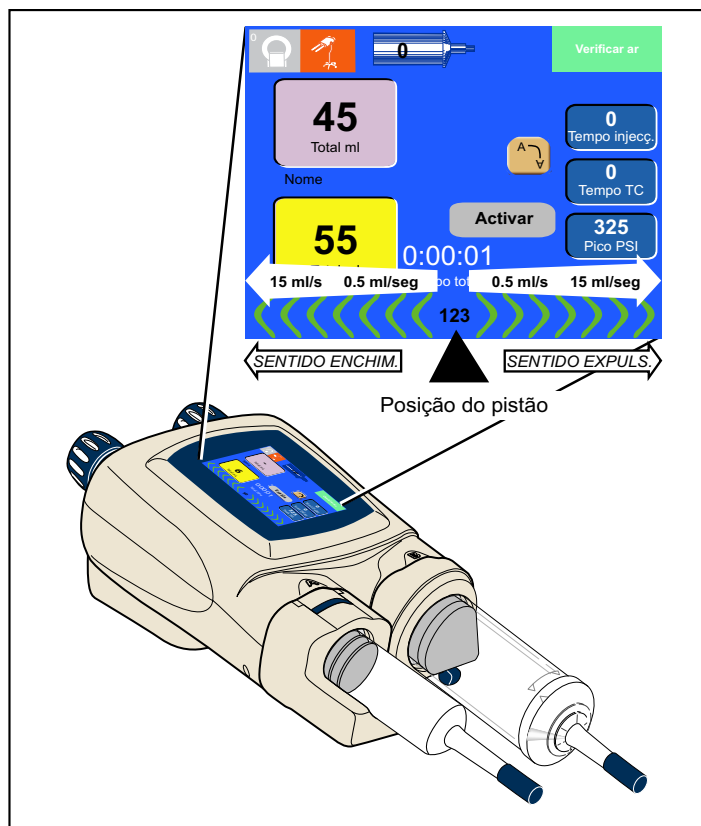

Figura 3-2-6 Faixa de velocidades das setas de enchimento/expulsão
Pressionando as setas encher/expulsar ativas, o pistão será extraído/expulso a uma taxa proporcional à posição tocada, em uma faixa de 0,5 mL/s a 15 mL/s. Pressionando as setas de enchimento por mais de 2 segundos, o movimento do pistão será travado. Quando o movimento do êmbolo estiver travado, pressione em qualquer lugar do visor da cabeça motorizada para interromper o movimento do êmbolo. Veja a Figura 3-2-6. **OBSERVAÇÃO:** As setas de enchimento/expulsão não aparecerão se o injetor estiver ativado.
*Setas de enchimento/expulsão* - Pressionando as teclas [Seringa] dos lados A **A** ou B **B**, como mostrado na Figura 3-2-5, as setas de enchimento/expulsão são ativadas. Pressionando as setas encher/expulsar, o pistão será etraído/expulso a uma taxa proporcional à posição tocada, em uma faixa de 0,1 mL/s a 15 mL/s. Pressionando as setas de retração/enchimento por mais de 2 segundos, o movimento de retração do pistão será travado. Quando o movimento de retração do pistão estiver travado, as setas ficarão verdes com um fundo branco. Pressione em qualquer lugar no visor da cabeça motorizada para interromper o movimento travado. Veja a Figura 3-2-6.